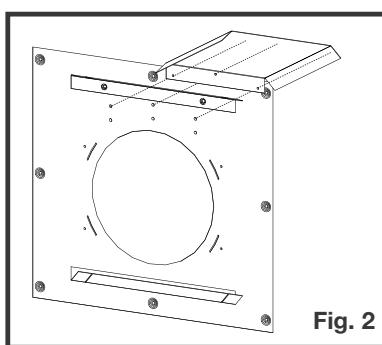

Fig. 2
2. Installez un écran protecteur sur le dessus d'une côté de l'espaceur coupe-feu (**Fig. 2**).